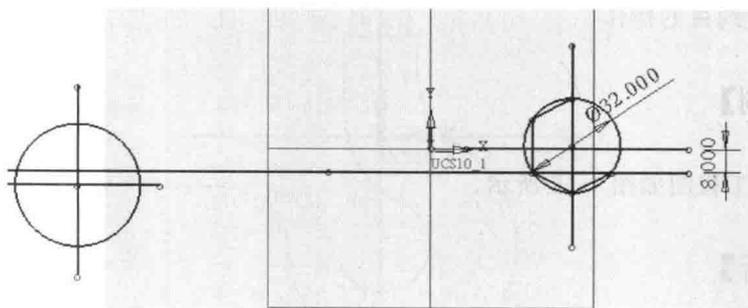

图 1-19 大致草图轮廓
(1) 在主菜单中选择“曲线”→“草图”,点选基准面 XOY 平面作为绘图平面,单击“俯视图”按钮
(2) 点选“圆”、“直线”、“尺寸”等命令图标,绘制出扳手右侧的大致的草图轮廓,注意在画内六角的四条直线时,要单击“点”工具条中的“交点”图标按钮 ,然后依次点选相交的圆与直线,这样才能拾取二线的交点,具体操作完成如图 1-19 所示。